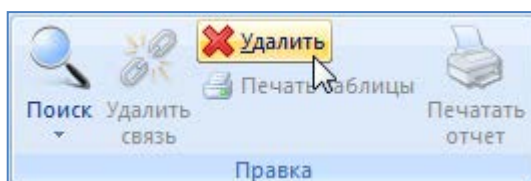

Рис. 9-94 – Панель «Правка»
- 3) Нажать кнопку «Удалить» панели «Правка» (рис. 9-94).